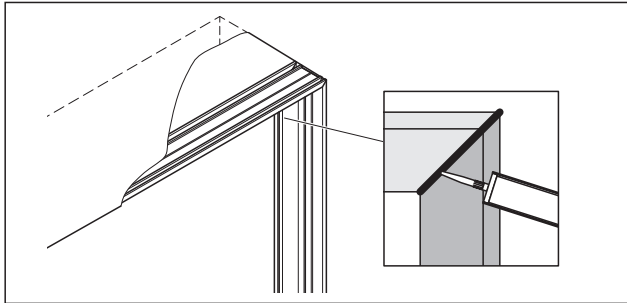

Abb. 24 Die Profilkanten und Stöße von innen silikonieren
9. Bei hohen Anforderungen an den Schallschutz die Profilkanten und Stöße von innen silikonieren (Abb. 24).